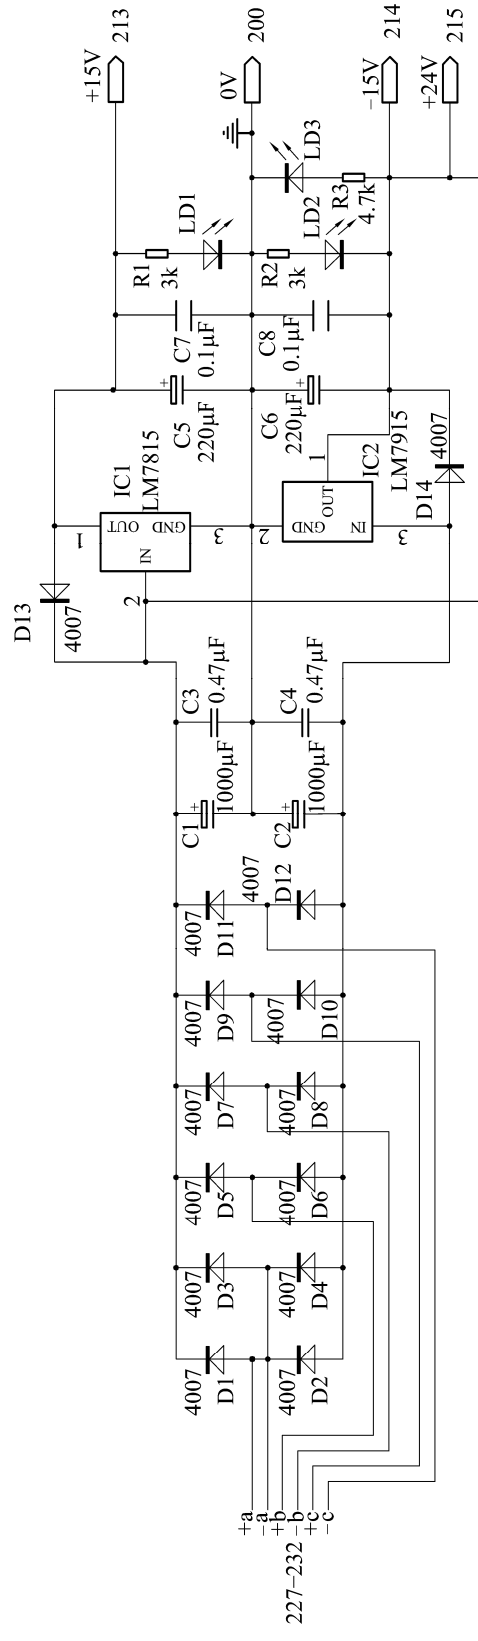

图 1-4 电源板原理图
(2) 多种故障保护电路：
3. 电源板原理图（图 1-4）。